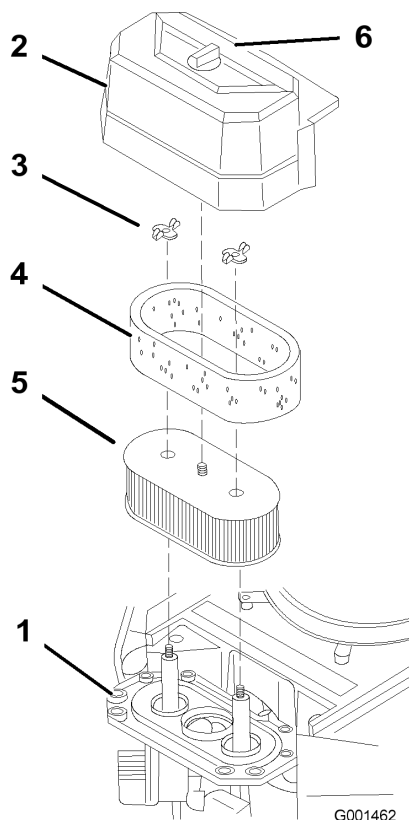

Figure 18
3. Nettoyez la surface autour du filtre à air pour éviter que des impuretés n'endommagent le moteur en tombant à l'intérieur (Figure 18).
4. Dévissez le bouton du couvercle et déposez le couvercle du filtre à air (Figure 18).
5. Dévissez les 2 écrous à oreilles et déposez l'ensemble filtre à air (Figure 18).
6. Sortez délicatement l'élément en mousse de l'élément en papier (Figure 18).
1. Ne nettoyez pas l'élément en papier. Remplacez-le toutes les 200 heures de fonctionnement (Figure 18).
1. Glissez délicatement l'élément en mousse sur l'élément en papier (Figure 18).
2. Posez l'ensemble filtre à air sur sa base et fixez-le en place avec les 2 écrous à oreilles (Figure 18).
3. Mettez le couvercle du filtre en place et serrez le bouton (Figure 18).